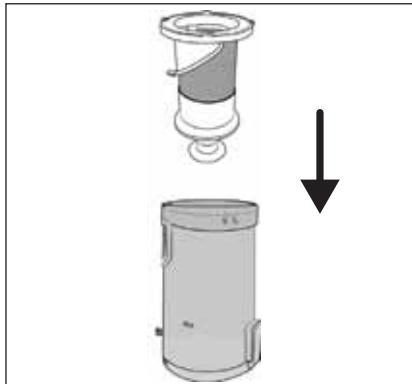

Fig. 21
- 6) Sæt filteret af rustfrit stål ⑤ ind i støvbeholderen ⑥, og tryk det helt ned (se fig. 21). Vær opmærksom på, at låsene på filteret af rustfrit stål ⑤ har forskellige størrelser. Filteret af rustfrit stål ⑤ kan kun sættes ind i én position i støvholderen ⑥ på grund af disse låse.